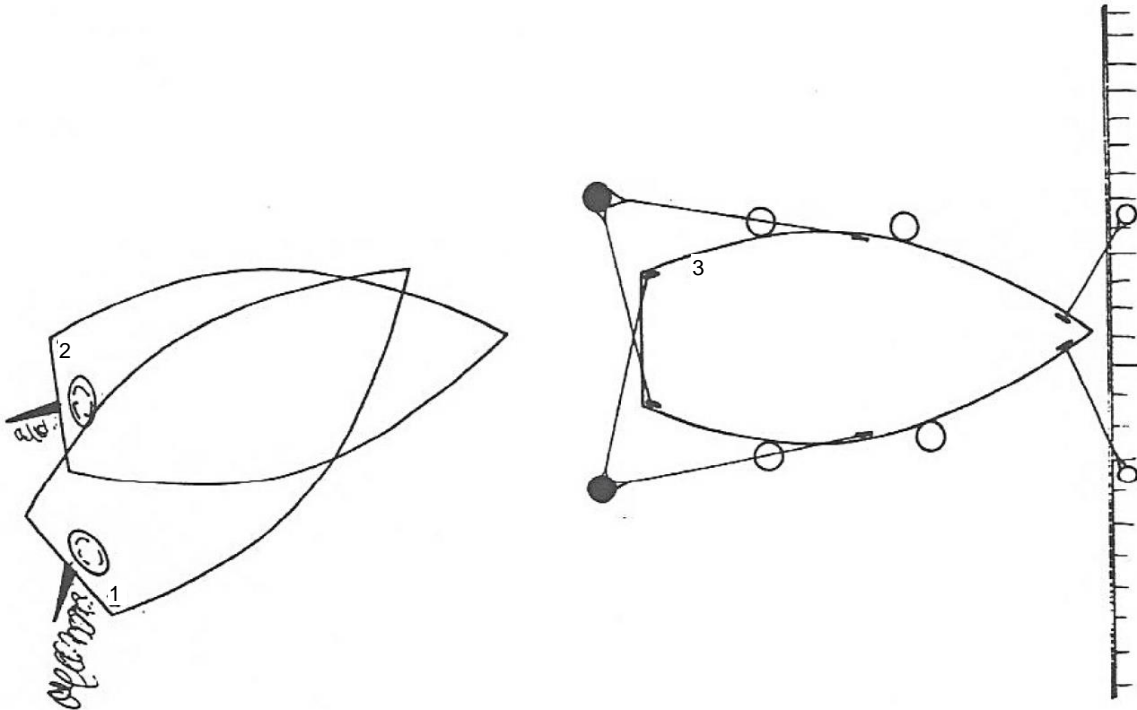

Abb. 12
5.1. Vorwärts in die Box (Abb. 12, 1 -3)